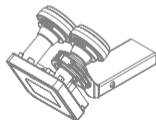

Fig. 2
2. Ustaw właściwy kąt skrętu konwertera, obracając konwerter w uchwycie w kierunku zgodnym lub przeciwnym do ruchu wskazówek zegara: kąt skrętu konwertera (K) jest zależny od miejsca instalacji anteny satelitarnej i satelity, który ma być odbierany. Przykładowo do odbioru Hotbird 13°E w Warszawie, wynosi on 6° zgodnie z ruchem przeciwnym do ruchu wskazówek zegara. Dokładną regulację ustawienia kąta skrętu, należy wykonać posługując się miernikiem sygnału satelitarnego lub wskazaniemi pomiaru sygnału z dekodera (Rys. 2).